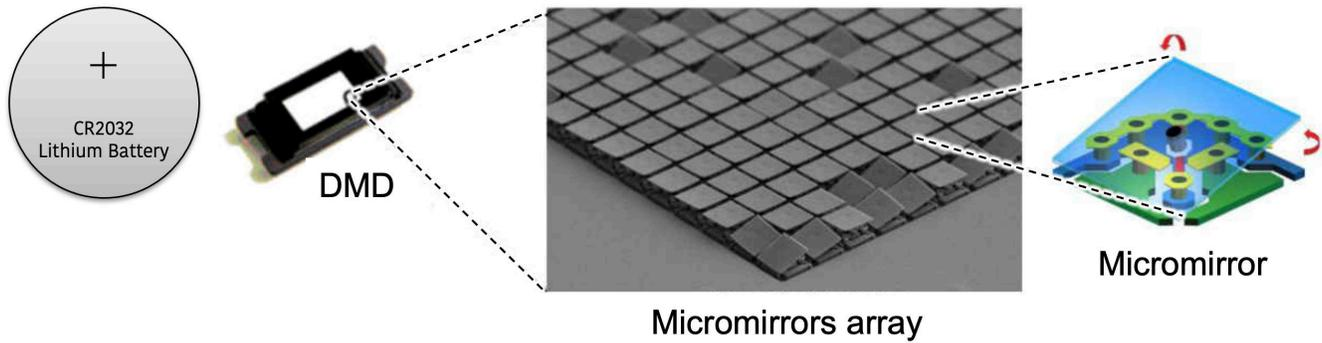

图 3-1. 数字微镜器件
德州仪器 (TI) 的 DLP 技术是一种利用数字微镜器件 (DMD) (如 图 3-1 所示) 来调制光的快速开关微机电系统 (MEMS) 技术。DMD 在分辨率和尺寸方面各不相同，可包含 8 百万多个微镜。每个微镜可以表示显示器上的一个或多个像素。微镜是独立控制的，并与彩色顺序制照明同步，可在几乎任何表面上产生炫丽的图像。在某些情况下，DLP 芯片的速度、专有算法和位于光学引擎内的光学传动器共同作用，可以增大像素密度，实现小至 $2.7\ \mu\text{m}$ ($2.7\ \mu\text{m}$ ：使用 4 路传动器的 $5.4\ \mu\text{m}$ TRP 像素节点) 的有效像素间距。